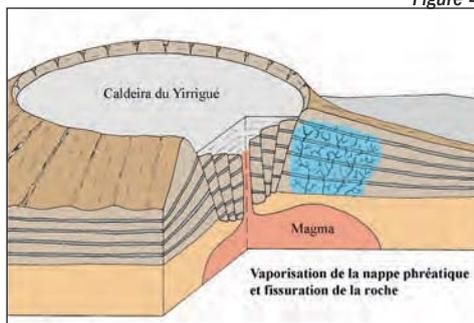

Figure 4
- **Phases 3 et 4** : La formation du Trou au Natron est toute autre. On peut la dater du Quaternaire assez récent. En bordure de la caldeira du Yirrigué, les infiltrations d'eau ont créé une nappe phréatique. Une nouvelle ascension de la masse magmatique chauffe la roche englobant la nappe qui se transforme en vapeur avec des pressions énormes (figure 4). Quand la pression atteint un niveau suffisant, la vapeur s'ouvre violemment un chemin à travers la roche affaiblie qu'elle fait exploser sur une hauteur de plusieurs